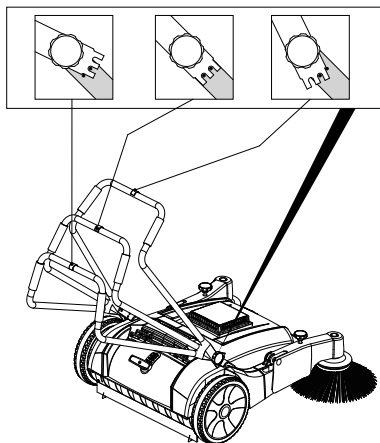

Fig. 4 – Regulación de altura del barra
3. La barra (11) posee tres posiciones de regulación de altura. Suelte las manillas (9) y haga la regulación de forma que quede adecuado y confortable para el operador. En seguida, apriete el manilla (9), conforme Fig. 4.